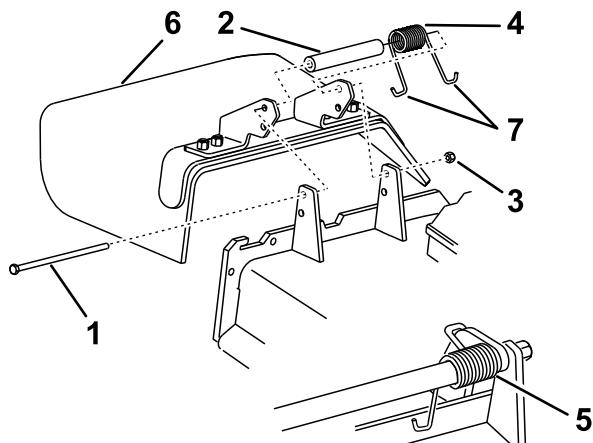

Bild 87
1. Entfernen Sie die Sicherungsmutter, Schraube, Feder und das Distanzstück, mit denen das Ablenkblech an den Drehhalterungen befestigt ist (Bild 87). Entfernen Sie defekte oder abgenutzte Ablenkbleche.
Hinweis: Achten Sie darauf, dass ein J-förmiges Federende hinter der Mähwerk Kante installiert wird, bevor Sie die Schraube wie in Bild 87 gezeigt einsetzen.
3. Setzen Sie Schraube und Mutter ein. Führen Sie ein J-förmiges Hakenende der Feder um das Ablenkblech (Bild 87).